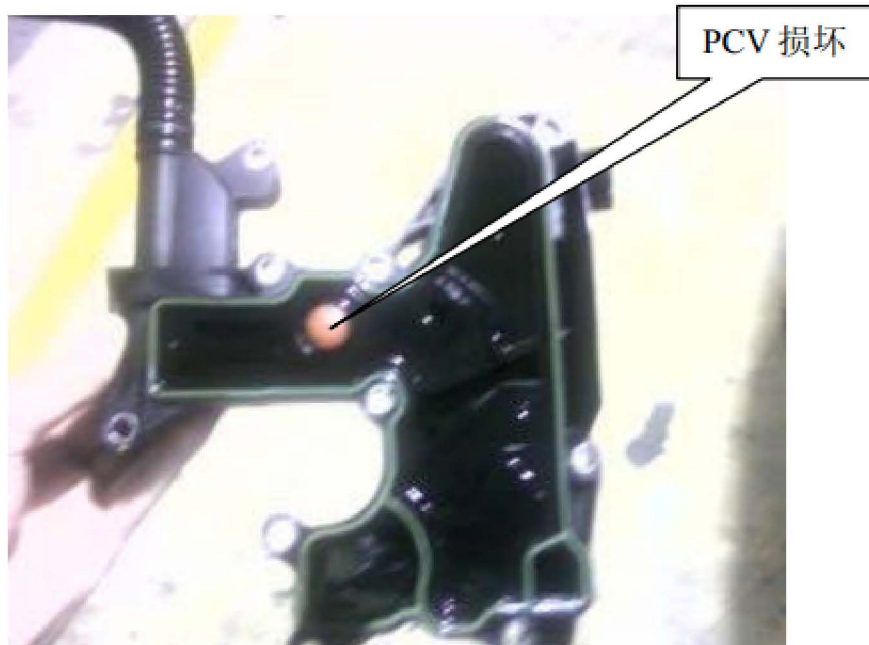

图 5
- 6). 因此用车辆检测仪检查数据流就会发现：发动机的转速与进气量正常，但节气门的开度较正常要小, 导致怠速控制失常。损坏的 PCV 阀, 如图 5: